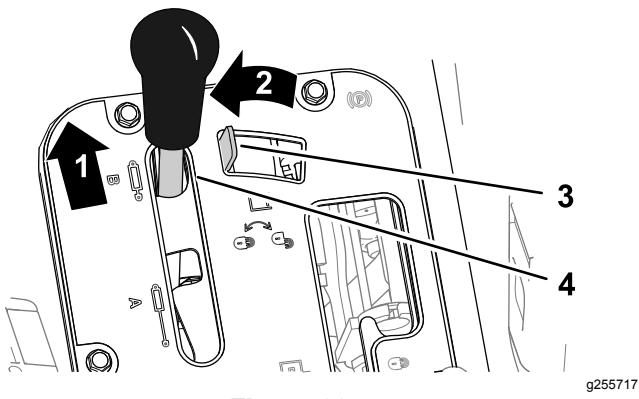
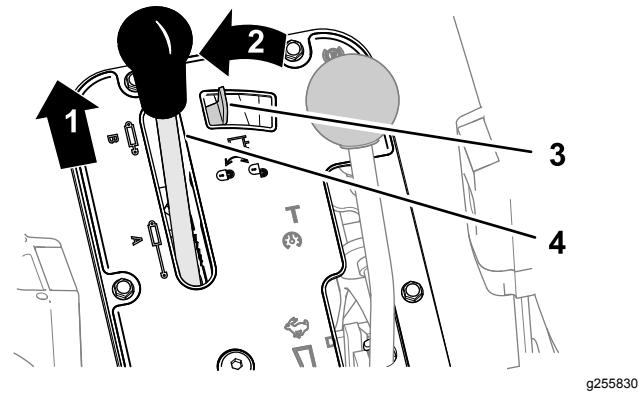

Figura 80
Figura 81
1. Empurre a alavanca de elevação hidráulica para a frente (Figura 80 ou Figura 81).
2. Mova o bloqueio da elevação hidráulica para a esquerda para engatar o bloqueio (Figura 80 ou Figura 81).